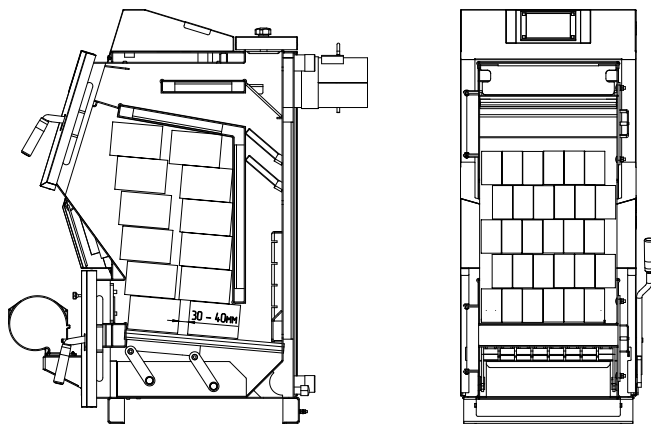
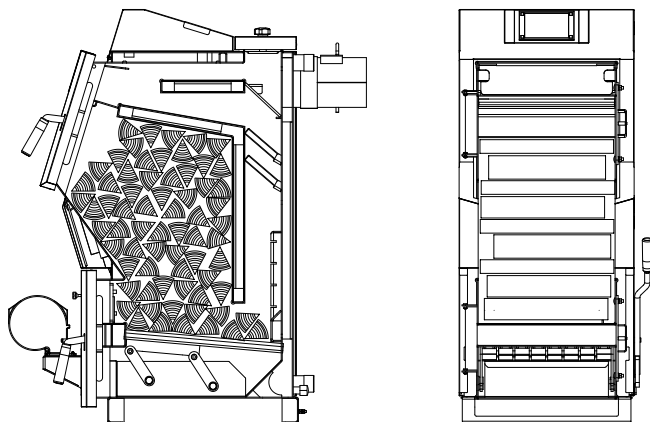
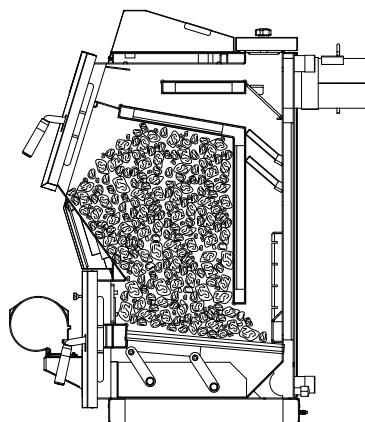

Рис.7 Схема загрузки котла древесными брикетами.
Рис.8 Схема загрузки котла дровами.
Рис.9 Схема загрузки котла углём.
8.5.5. Для полной загрузки котла топливом для длительного горения необходимо: выключить вентилятор нажатием кнопки «СТОП», открыть дверцу загрузочную аккуратно приоткрыв её на 5-10 мм на 10-15 секунд для предотвращения хлопка пиролизных газов и заполнить топку котла топливом, равномерно распределяя его по всему объему в соответствии с Рис.7, Рис.8, Рис.9. После загрузки котла убедиться в отсутствии просыпания топлива на рамку загрузочной двери и отсутствия топлива возле загрузочной двери. После загрузки котла топливом закройте и зафиксируйте дверцу загрузочную (Рис.1 поз.3) и запустите вентилятор кнопкой «ПУСК».
8.5.6. Перед добавлением новой порции топлива убедитесь, что в топке котла заканчивается топливо, узнать о наличии топлива можно во время чистки водоохлаждаемых колосников и зольного ящика через дверцу поддувальную. Для загрузки новой порции топлива в котёл необходимо, выключить вентилятор наддува нажатием кнопки «СТОП», произвести чистку колосников шуровочным механизмом, открыть дверцу поддувальную (Рис.1 поз.6), произвести чистку зольного ящика, после чистки установить его на место и закрыть дверцу зольную. Открыть дверцу загрузочную аккуратно приоткрыв её на 5-10 мм на 10-15 секунд для предотвращения хлопка пиролизных газов и заполнить топку котла топливом, равномерно распределяя его по всему объему в соответствии с Рис.7, Рис.8, Рис.9. После загрузки котла топливом закройте и зафиксируйте дверцу загрузочную (Рис.1 поз.3) и запустите вентилятор кнопкой «ПУСК».